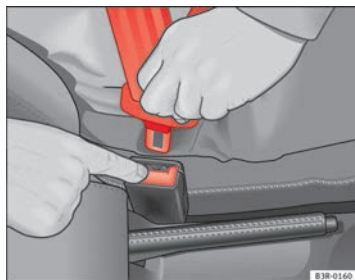

Fig. 15 Soltar a lingueta do fecho do cinto
- Pressionar o botão vermelho existente no fecho do cinto ⇒ Fig. 15. A lingueta solta-se para fora do fecho ⇒ △.